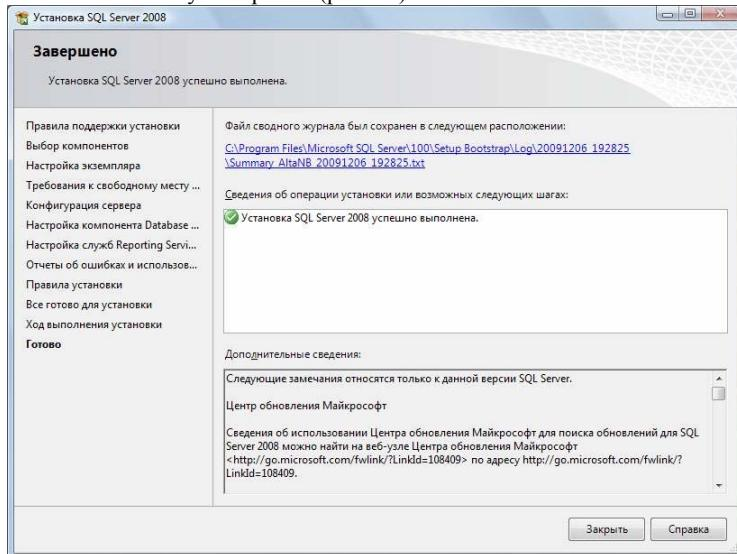

рис. 41
2.19 Нажать кнопку «Закрыть» (рис. 41):